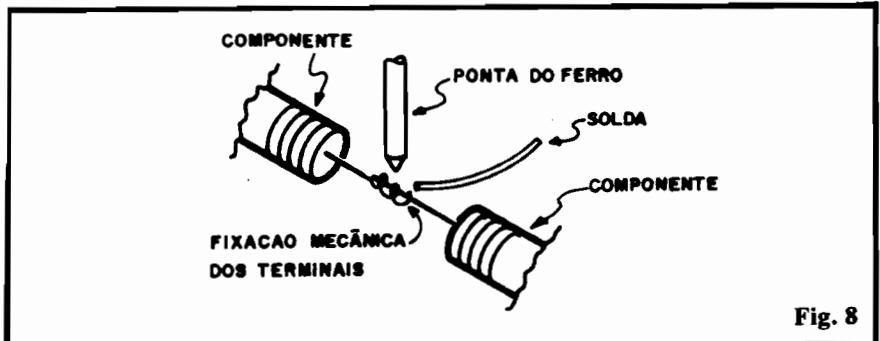

Fig. 8
- **FIG. 8 -** Realizando uma boa soldagem. A sequência é simples, e com o tempo torna-se "automática", bastando respeitar as seguintes etapas:
- Para ligar terminais ou fios diretamente um ao outro, depois de limpos eles devem ser provisoriamente fixados (ainda que levemente...) entre si. Em terminais fininhos, uma leve torção (fig. 8) é suficiente. Terminais mais grossos exigirão o auxílio do alicate de bico. Não convém, nessa pré-fixação, prender-se muito os terminais um ao outro, pois isso dificultará uma eventual correção que obrigue a novamente separar ou desligar componentes.